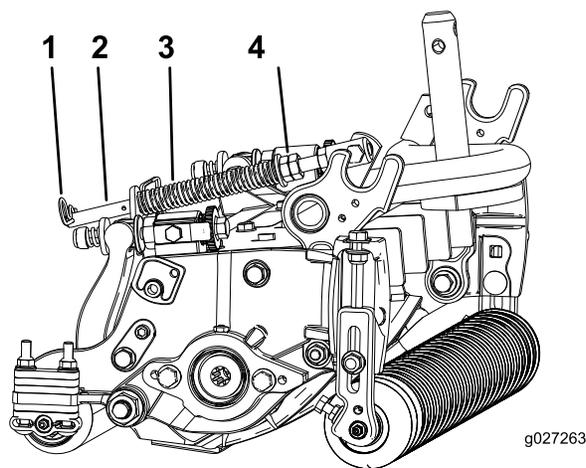

Рисунок 19
2. Затяните шестигранные гайки на переднем конце штока пружины так, чтобы длина сжатой пружины была равна 12,7 см; см. Рисунок 19.
1. Убедитесь, что игольчатый шплинт установлен в заднее отверстие штока пружины (Рисунок 19).